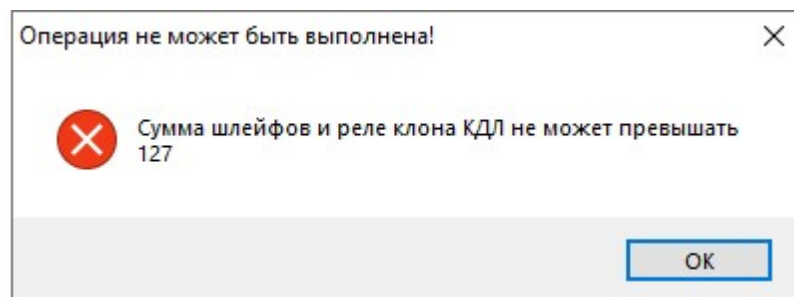

Рисунок 17
Если при изменении параметров пользовательского типа прибора его шаблон меняется со «Стандартного» на «С2000-КДЛ», то, в случае превышения допустимого значения общего количества шлейфов и реле (127), программа сообщит о невозможности осуществления запрошенной операции (см. Рисунок 17).